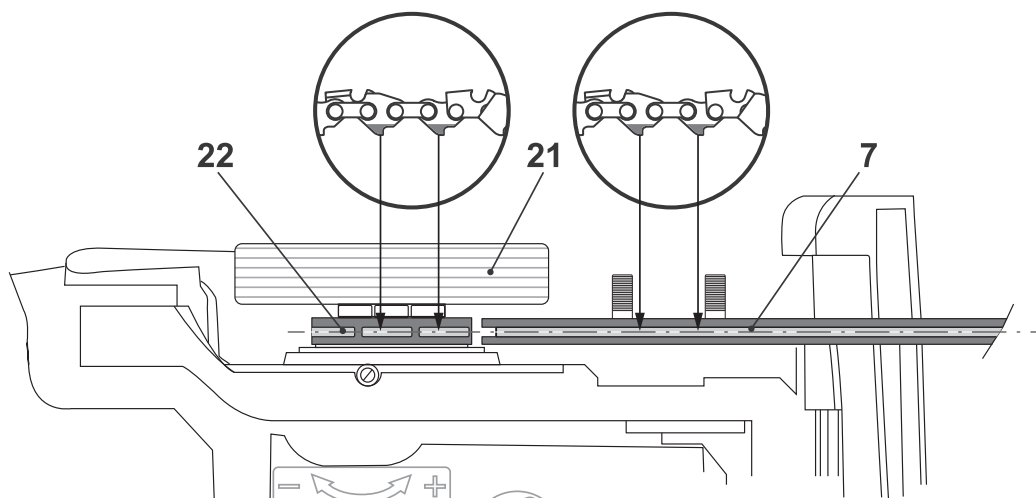

Fig. 4.1
- > Certifique-se de que a corrente esteja corretamente posicionada nas calhas da roda motora (22), ao longo da lâmina-guia (7) (Fig. 4.1).